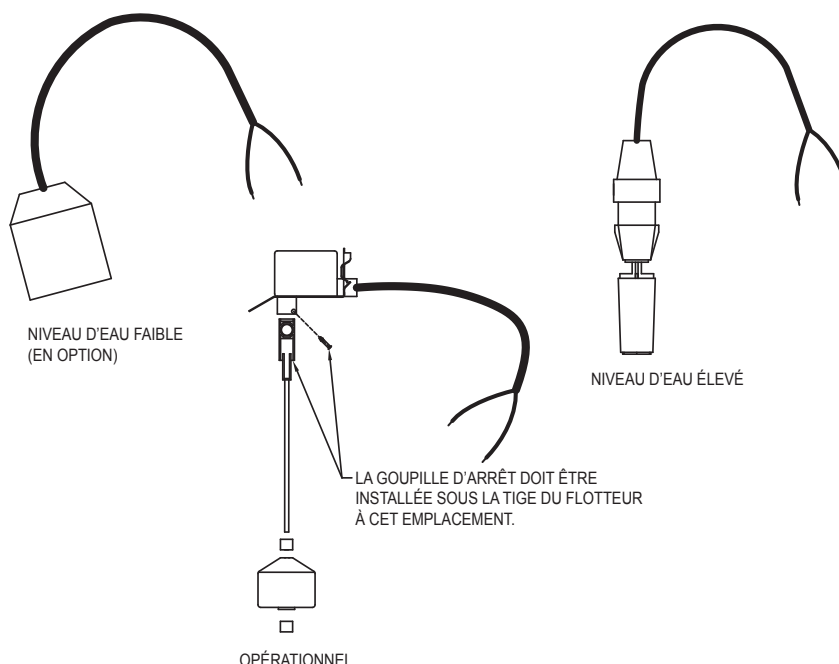

FIGURE 6
8. Assembler le flotteur selon la figure 6. Installer les interrupteurs de flotteur comme illustré à la figure 1.